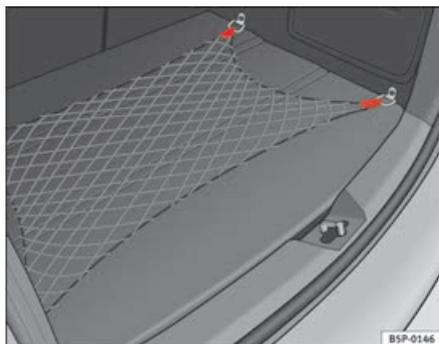

Fig. 108 Filet de rangement du coffre à bagages
- Utilisez les anneaux d'amarrage existants sur les côtés du coffre à bagages pour fixer le filet de rangement ⇒ fig. 108.